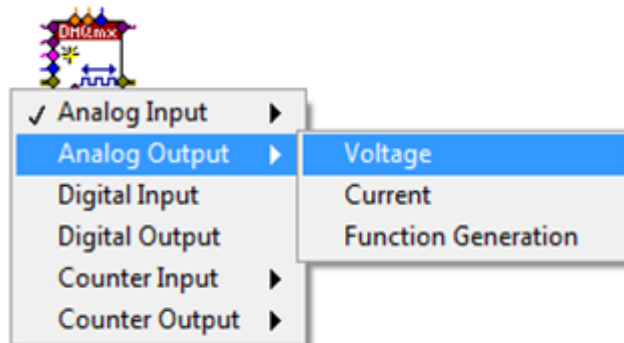

Figura 25. O VI polimórfico DAQmx Create Channel pode ser configurado para criar um valor da entrada analógica.
7. Como no exercício anterior, arraste os VIs a seguir para o diagrama de blocos e posicione-os conforme ilustrado na figura 25.